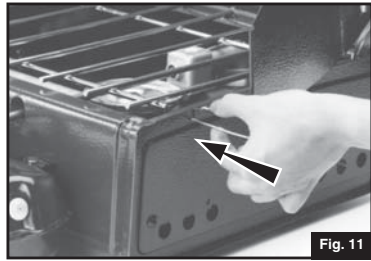

Fig. 11
- Ouvrez les pare-vent et mettez les pinces métalliques dans les fentes des bouts du réchaud. (Fig. 11)